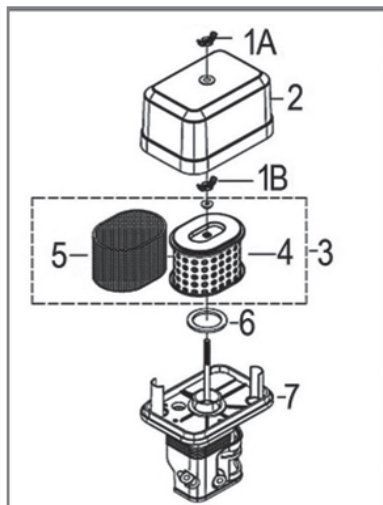

Рис. 18 Обслуживание воздушного фильтра
1. Открутите болт 1 и снимите крышку 2 воздушного фильтра (Рис. 18)
2. Извлеките предварительный поролоновый 5 и основной бумажный 4 фильтрующие элементы (Рис. 18).
4. При незначительном загрязнении промойте предварительный поролоновый фильтрующий элемент 5 (Рис.18) теплым мыльным раствором и просушите. Поврежденный или сильно загрязненный поролоновый фильтрующий элемент замените.
5. Произведите очистку крышки 2 и корпуса 7 воздушного фильтра (Рис. 18).
6. Установите на место фильтрующие элементы. Установите крышку воздушного фильтра и зафиксируйте ее винтом 1А (Рис. 18).
ВНИМАНИЕ! Бумажный фильтрующий элемент 4 (Рис. 18) не подлежит очистке, необходима его замена. Не продувайте основной бумажный фильтрующий элемент сжатым воздухом, не промывайте его в бензине и других растворителях. Эксплуатация двигателя с грязными или поврежденными фильтрующими элементами, или без фильтрующих элементов приведет к попаданию грязи и пыли в карбюратор и двигатель, что в свою очередь, станет причиной его быстрого износа. Двигатель в этом случае не подлежит ремонту по гарантии.